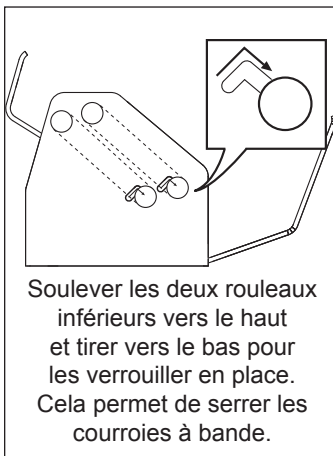

Figure 8. Rétablir la tension des courroies à bande
6. Remettre les rouleaux inférieurs à la pleine tension en soulevant et en tirant vers le bas sur chaque rouleau pour le verrouiller en place (figure 8).